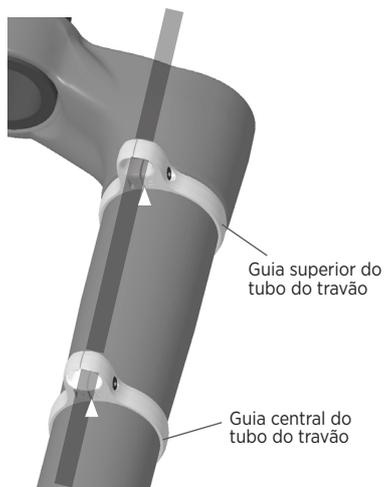

Figura 7: Posicionamento das guias do tubo do travão
4. Posicione as guias central e superior do tubo de modo que a fenda inferior fique alinhada com cada uma das setas gravadas a laser no garfo (representadas pelas pontas de seta brancas na Figura 7). Utilize uma ponteira hexagonal de 2,5 mm e uma chave dinamométrica para apertar o parafuso com 0,9 N-m (8 pol/lb).